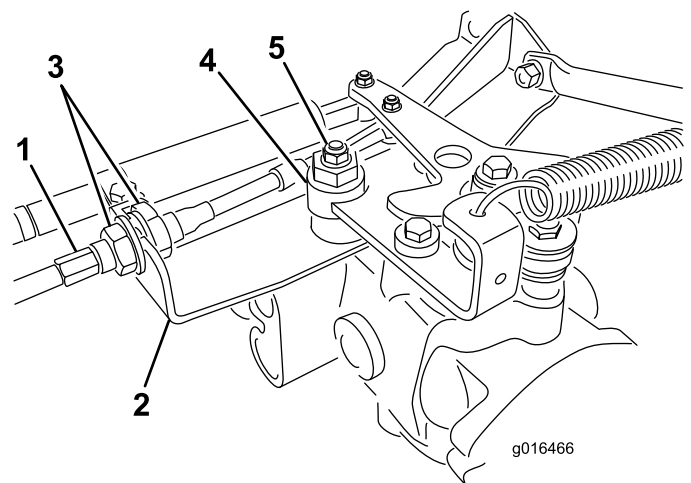

図 42
- A. 走行ケーブルを油圧トランスミッションのバルクヘッドに取り付けているジャムナット図42を両方ともゆるめる。ジャムナットは調整ができるよう十分に、また均等にゆるめること。
- B. 偏芯ナットをトランスミッション上部に止めているナット図42をゆるめる。
- D. どちらにも車輪が回らないように偏芯ナットを回して調整する。調整ができたなら固定ナットを締める図42。スロットルSLOWおよびFAST位置で調整が正しいことを確認する。
を固定する図 42。ケーブルをねじらないように注意すること。